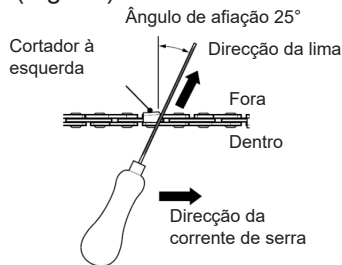

Fig. 43
5. Limar num ângulo perpendicular à barra, e num ângulo de 25° em relação à direcção da viagem (Fig. 43).